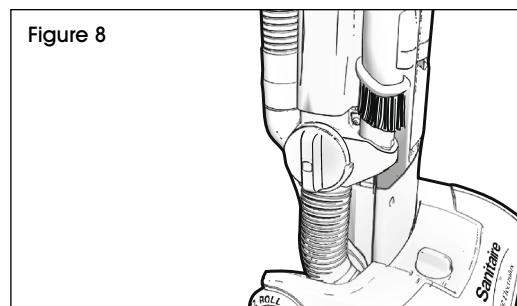

Figure 8
1. L'aspirateur se convertit facilement en un aspirateur à main. L'aspirateur doit être verrouillé en position verticale. Retirez l'ensemble du tube rallonge et tournez la soupape de commande d'aspiration vers l'arrière de l'aspirateur à la position de tuyau. (Voir Figure 8)